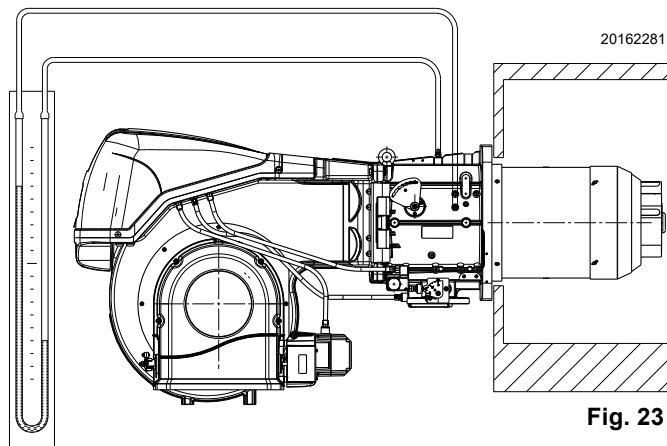

Fig. 23
- Monter un manomètre en U ou un manomètre de type différentiel (Fig. 23), avec prise (+) sur la pression du gaz du manchon et (-) dans la chambre de combustion. Il sert à mesurer approximativement la puissance MAX. du brûleur, à l'aide du Tab. K.